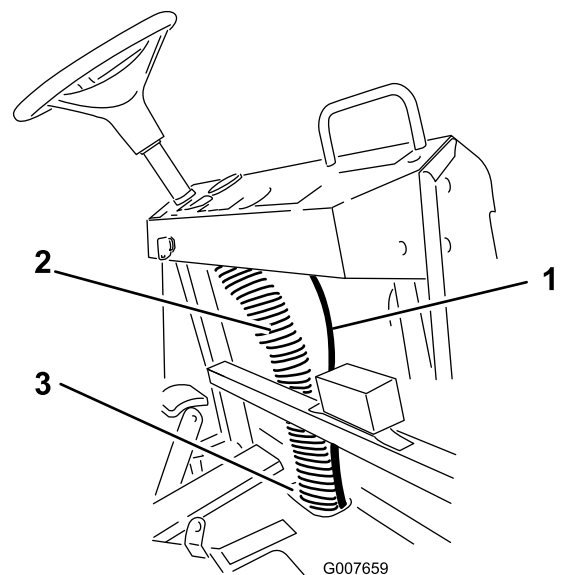

Figure 14
4. Acheminez le flexible vers le haut jusqu'à l'arrière du côté droit du tableau de bord (Figure 14).
5. Fixez le flexible à la colonne du câblage existant (Figure 14).